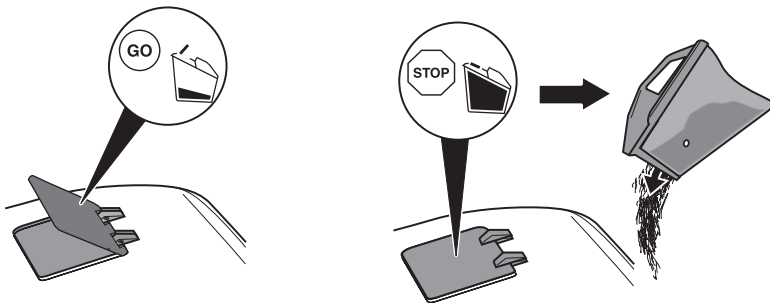

Рис. 10
- При пустом травосборнике во время скашивания индикатор открыт (рис. 10).
- При наполнении травосборника индикатор не открывается (рис. 10).